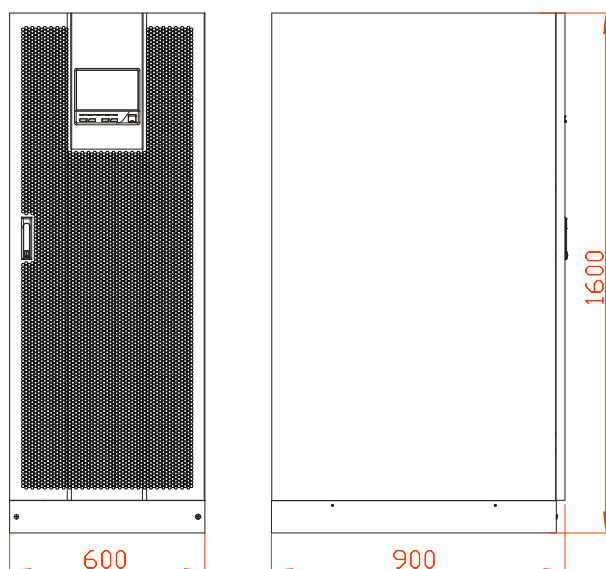

Figure3-13 Dimensioni di 160kVA, 200kVA
- Step 1 Determinare e pianificare la posizione di installazione in base alle dimensioni dell'UPS (come mostrato in Figure3-13) e requisiti di spazio per l'installazione (vedere 3.2.3 Spazio di installazione).